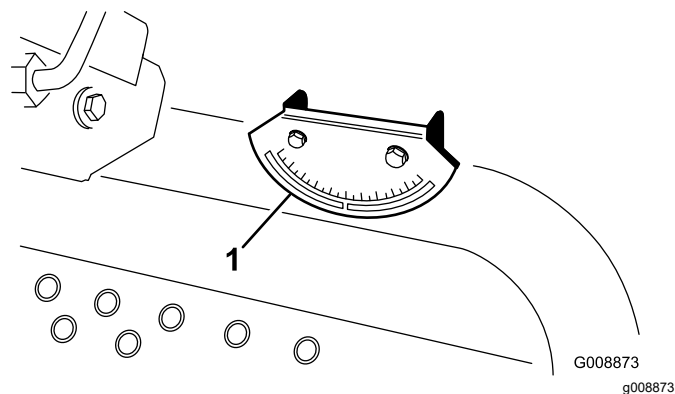

Figura 7
4. Verificai indicatorul de pantă montat pe tubul de direcție al mainii (Figura 7).